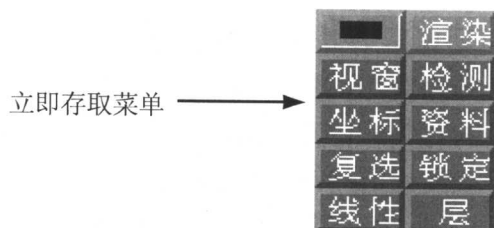

图 1-13
(3) 状态区：在命令执行过程中提示用户当前的状态。例如端点捕捉模式、方向决定模式等等(有些状态必要时可以修改)。
(4) 立即存取菜单：在执行其他命令过程中，临时选择此菜单中的某些命令的功能，或配合其他命令一起使用，如图 1-13 所示。例如：变换线的粗细、删除某指定颜色的图素。